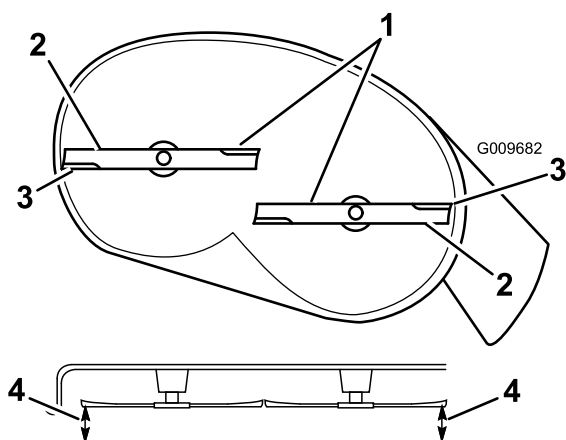
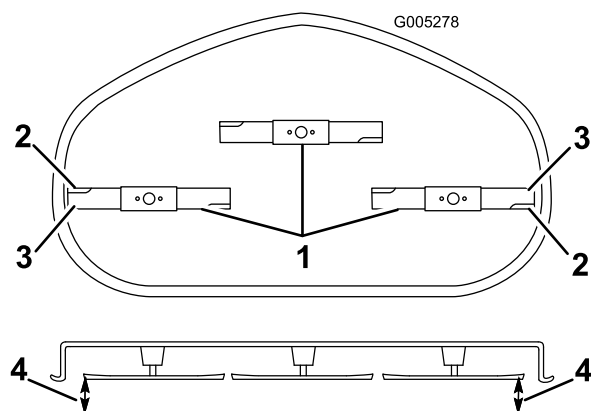

Figura 51
Figura 52
4. Gire cuidadosamente las cuchillas hasta que estén todas orientadas lateralmente (Figura 51 y Figura 52).
- Mida entre los bordes de corte exteriores y la superficie plana (Figura 51 y Figura 52). Si hay una diferencia de más de 5 mm (3/16 pulg.) entre ambas dimensiones, se requiere un ajuste; siga con este procedimiento.